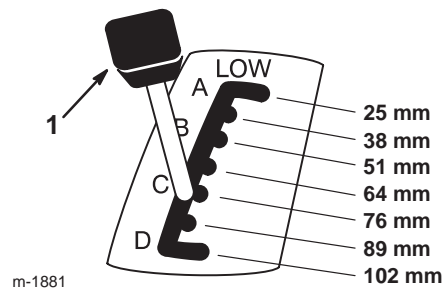

Figure 6
2. Tirez le levier de hauteur de coupe et sélectionnez la position souhaitée (Fig. 6).